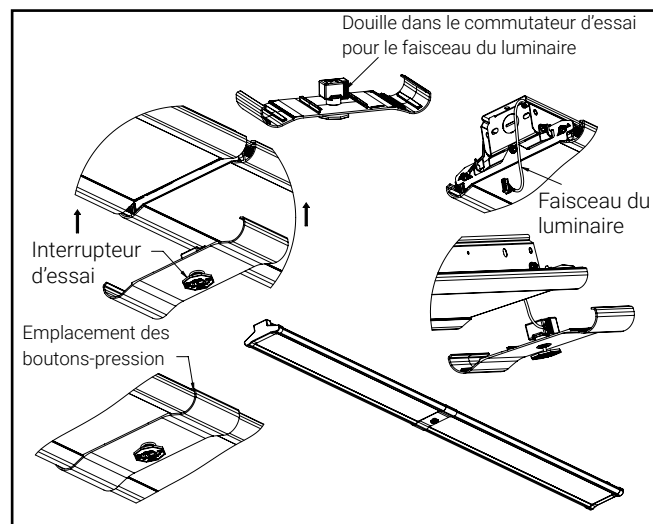

Figure 17
5. Raccordez au commutateur d'essai le faisceau provenant de l'extrémité du luminaire. Assurez-vous que tous les faisceaux de fils sont poussés vers le haut et à l'écart. Poussez ensuite la pièce de garniture vers le haut pour que les extrémités s'enclenchent sur les rails latéraux. Des bosses à l'intérieur de la pièce de garniture permettent de la centrer. Une fois installée, la pièce de garniture sera alignée avec les rails et le guide d'ondes. Effectuez des essais selon les instructions du bloc-piles. (Figure 17)